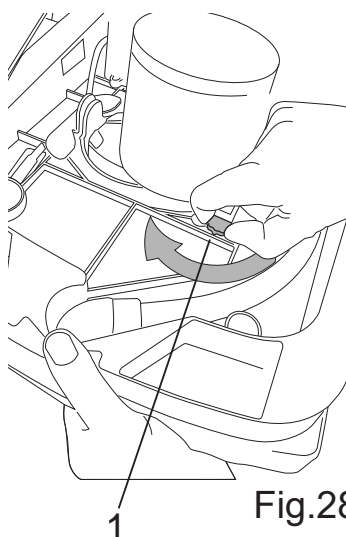

Fig.28
E' possibile variare l'intensità della trazione ruotando la manopola (Fig.28-Rif.1), la manopola è divisa in due parti una di colore verde e una di colore giallo:
- Con una mano spingere verso l'alto la spazzola/motore, con l'altra mano ruotare la manopola (Fig.28-Rif.1) nella posizione desiderata.